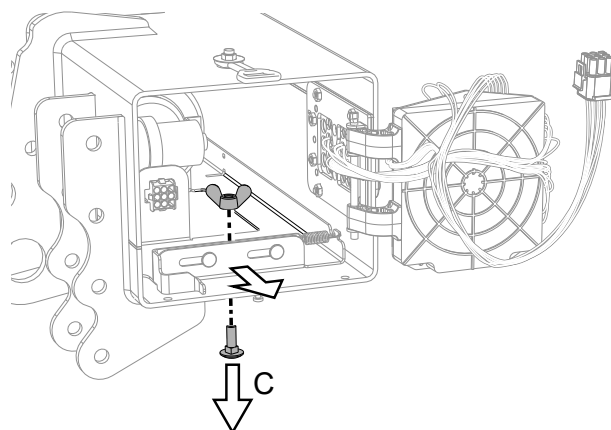

Bild 20. Frigöring hydraulaggregat
4. Frigör hydraulaggregat genom att skruva loss vingmuttern och tillhörande skruv (C) och dra ut hydraulaggregatet till dess att tanklocket är åtkomligt, se Bild 20.